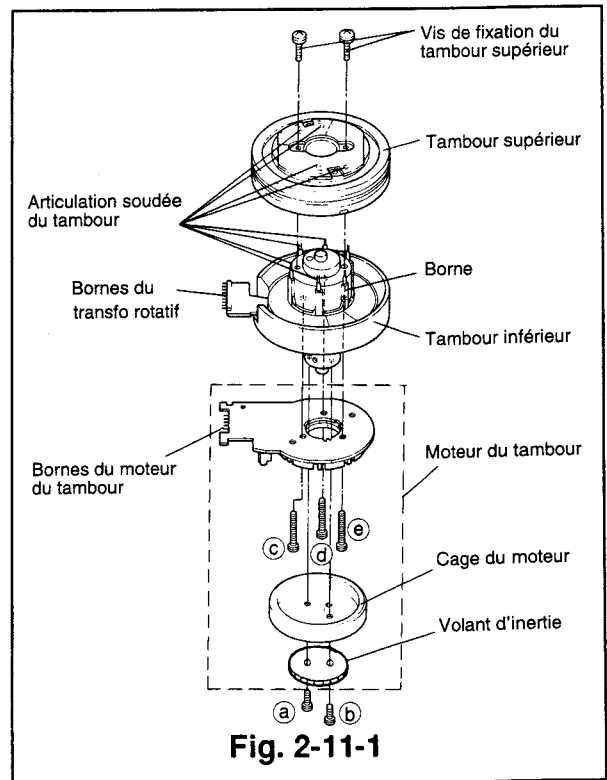

Fig. 2-11-1
- 3) Enlever les vis qui maintiennent le tambour supérieur, comme illustré dans la Fig. 2-11-1.
- 5) Enlever les vis (a, b) illustrées dans la Fig. 2-11-1 pour déposer la cage de l'induit et le volant d'inertie. Enlever les vis (c, d, e) pour déposer le moteur du tambour.